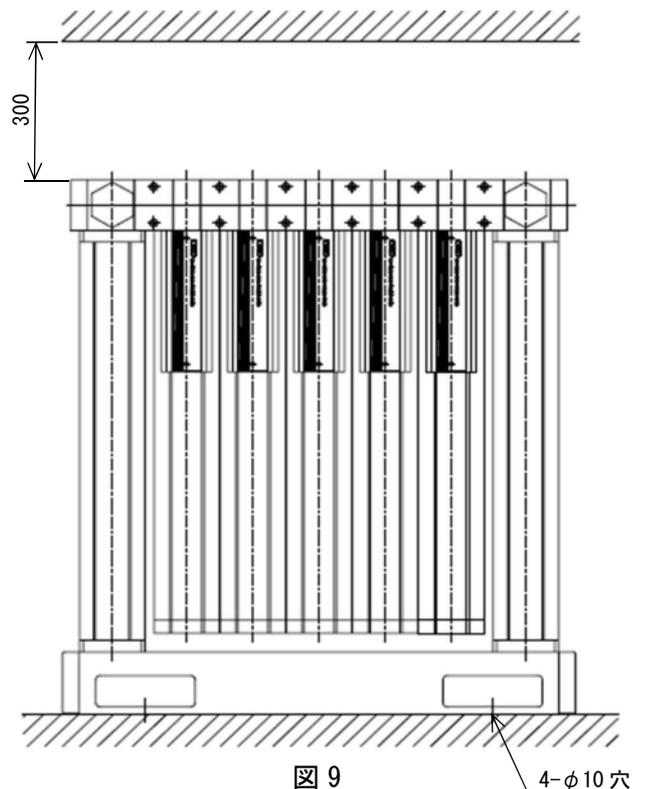

図 9
- 3) 窒素ガス精製ユニットの上部は 300mm 以上のメンテナンススペースを取ってください。（図 9 参照）